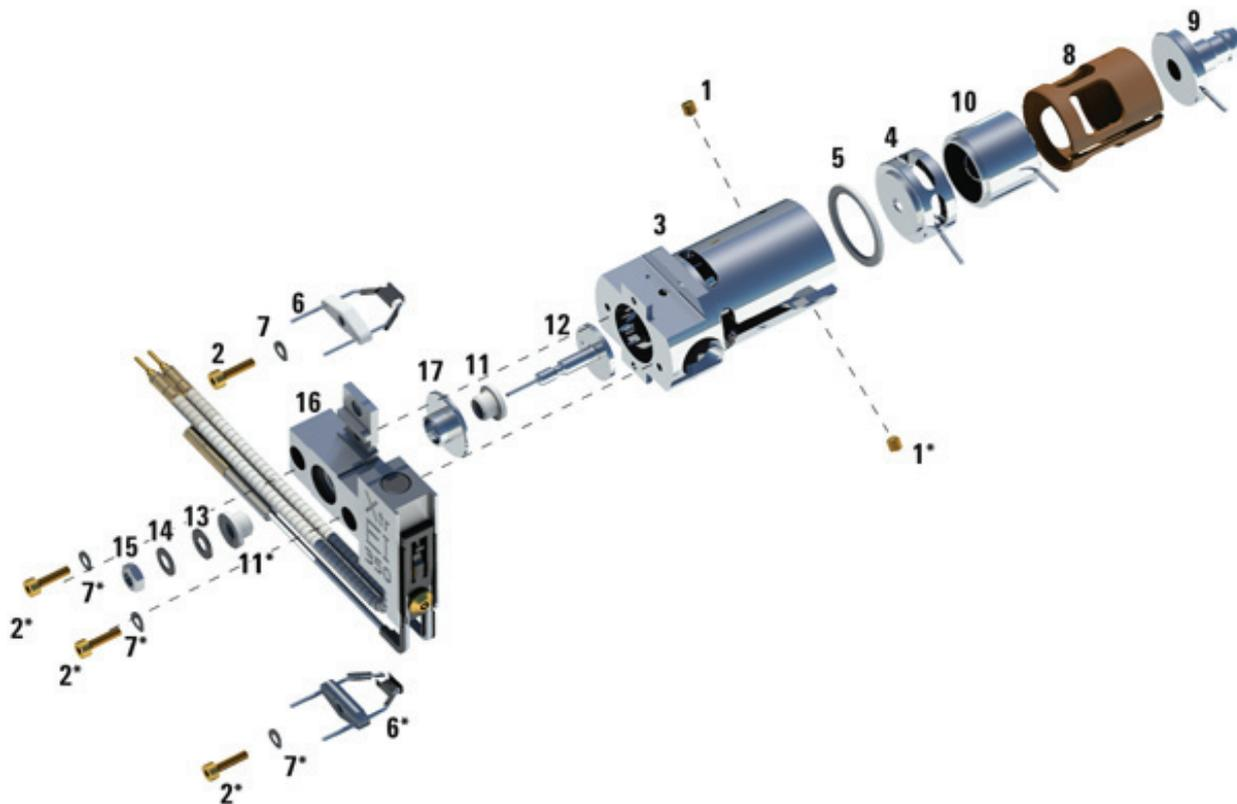

Рис. 23 Разборка ионного источника ЭУ
- 3 Отсоедините блок нагревателя источника от корпуса источника, для этого открутите два винта. Блок нагревателя источника состоит из нагревателя источника, отражателя и соответствующих компонентов к ним. (См. Рис. 23.)
- 4 Разберите блок отражателя, для этого открутите его гайку, шайбы, керамические изоляторы и сам отражатель. (См. Рис. 23.)
- 7 Вытащите линзы из корпуса источника и отделите изолятор линзы, линзу ионного фокуса, линзу экстрактора, изолятор линзы экстрактора и входную линзу. (См. Рис. 23.)
Таблица 17 Список компонентов ионного источника ЭУ (Рис. 23)
**Таблица 17** Список компонентов ионного источника ЭУ (Рис. 23) (продолжение)